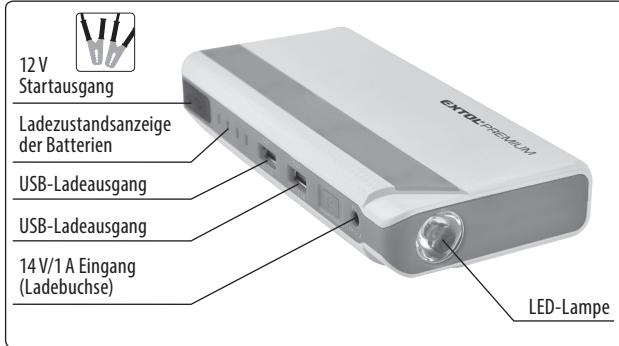

Abb. 7
*) Die Verwendung der Anschlüsse und Ausgänge ist in der Tabelle 2 und auf den Abb. 7 und 8 je nach Modell angeführt.
(das Modell Extol® Premium 8897320 hat keinen 12 V/10 A und 19 V/3.5 A Ausgang und verfügt über eine andere Lage der restlichen Anschlüsse und Bestandteile gem. Abb. 7).